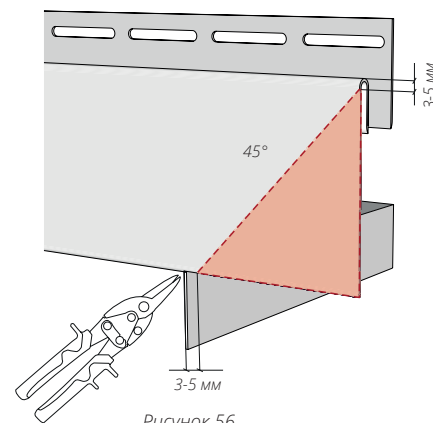
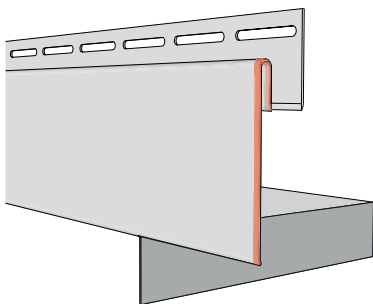
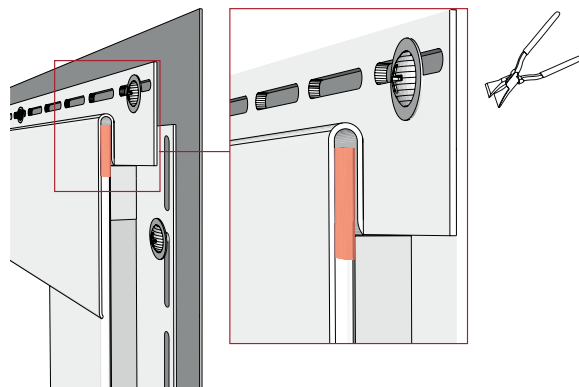

Рисунок 56
Рисунок 65
Рисунок 68
15.11 Если соединение околооконных планок нужно выполнить под углом 45 градусов, верхнюю околооконную планку с обеих сторон нужно подрезать согласно (рис. 56).
15.15 После монтажа околооконные и финишные планки должны оставаться подвижными, независимо друг от друга. На рис. 65, 66, 67 показаны части, которые необходимо точно подогнать. На рис. 68 показана верхняя часть боковой околооконной планки, которую можно поджать, используя клещи прямые, чтобы в месте примыкания был более легкий ход. При резе верхней околооконной планки под углом 45° (рис. 56) использовать поджим не нужно.